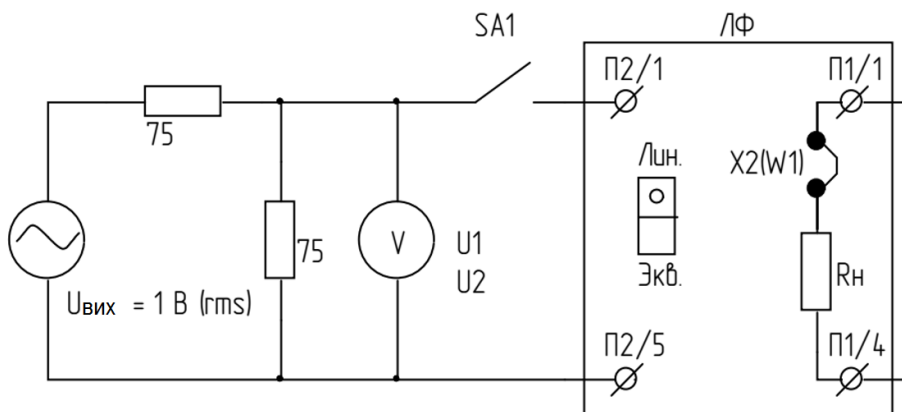

Рисунок 8.9.1 – Електрична схема вимірювань
- 4) Зібрати схему проведення вимірювань (див. рисунок 8.9.1, 8.9.2);
- 4) Зібрати схему проведення вимірювань (див. рисунок 8.9.1);